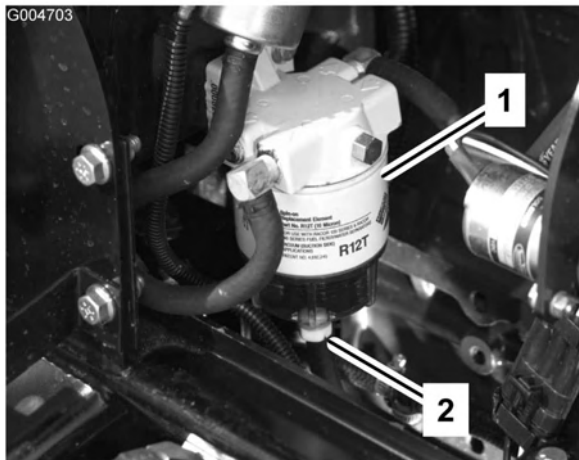

Figura 50
Retire a água ou outro tipo de contaminação do separador de água (Figura 50) diariamente.
2. Liberte o tampão de escoamento que se encontra na zona inferior do recipiente do filtro (Figura 50). Volte a apertar o tampão após o escoamento.